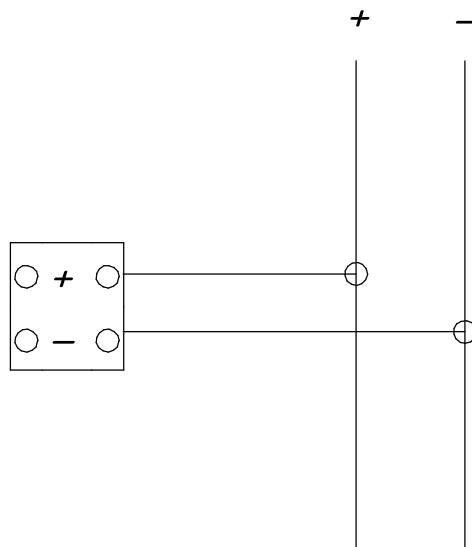

Рисунок 2 - Схема подключения светильника
5.3 Выкрутите винты на лицевой части светильника, снимите обечайку 2 и рассеиватель 3. Пропустите питающий провод через гермоввод, подключите светильник к питающей сети (рисунок 2).